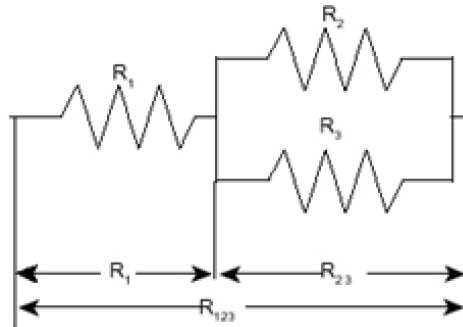

Figura 7. Circuito mixto de resistencias.
6. Conecte las tres resistencias en un circuito mixto como se muestra en la **Figura 7**. Mida los valores R_{12} , R_{23} y R_{123} conectando las puntas del multímetro en los extremos de las flechas indicadas en el diagrama de la **Figura 7**. Registre estos valores en la **Tabla 2**.
7. Con la misma configuración de la **Figura 7** realice la medición del voltaje y corriente presentes en cada una de las resistencias al momento de suministrar un voltaje de **5V** al circuito con ayuda de la fuente de voltaje DC. Registre los datos obtenidos en la **Tabla 3**. Tenga en cuenta las unidades en las cuales se realizan las mediciones de voltaje y corriente. (recuerde la manera adecuada de realizar las mediciones de voltaje y corriente, estudiadas previamente en el cuestionario).